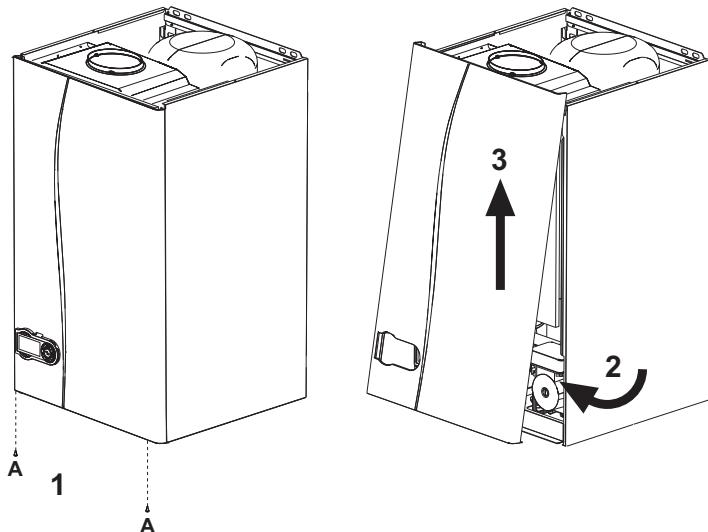

fig. 22 - Démontage de l'habillage
- Dévisser les vis A (voir fig. 22).
- Faire pivoter l'habillage (voir fig. 22).